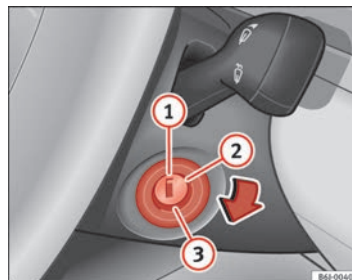

Fig. 99 Posiciones de la llave de contacto
En esta posición ⇒ fig. 99 el encendido y el motor están desconectados pudiéndose bloquear la dirección.
- Gire la llave de contacto hasta la posición $\Rightarrow$ fig. 99 (2). El testigo ∞ se encenderá en caso de precalentamiento del motor.
- En cuanto se apague el testigo, gire la llave de encendido a la posición (3) para poner en marcha el motor y no pise el acelerador.
- Gire la llave de contacto a la posición ⇒ fig. 99 ①.